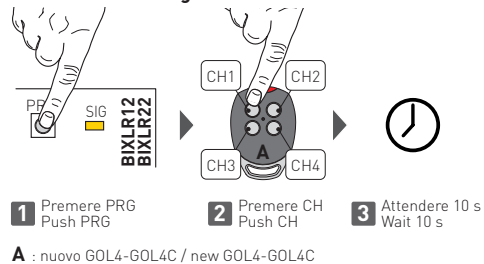

Fig. 2
4. Memorizzazione GOL4-GOL4C (fig. 2)
4. GOL4-GOL4C storage (fig. 2)